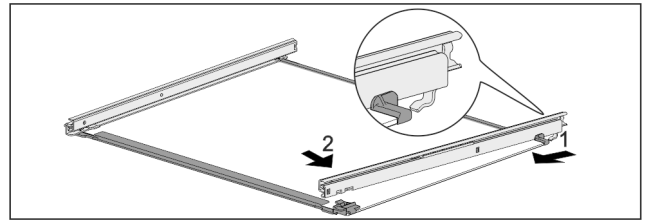

Fig. 125 Ripiano in vetro con guide
- ▶ Agganciare la guida sul lato posteriore. Fig. 125 (1)
- ▶ Innestare la guida sul lato anteriore. Fig. 125 (2)